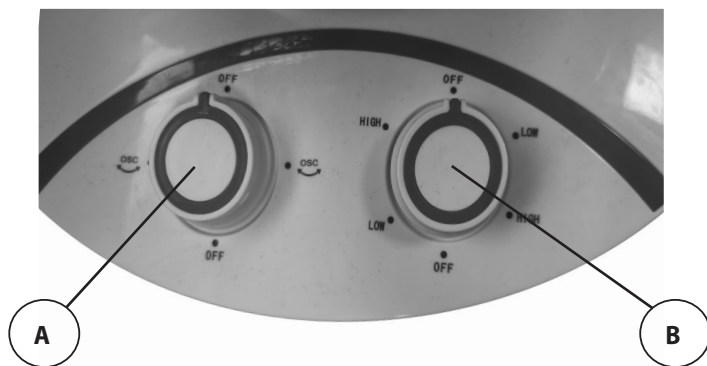

FIG.3
- Rimuovere la vite posta sul retro della parabola (2, fig.3)
- Incastrare la parabola sulla base prendendo cura di far combaciare i fori posti su parabola e base (3, fig.3)
- Riavvitare la vite rimossa in precedenza (4, fig.3)